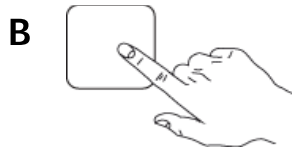

Fig.15
- 4- Pulse uno de los ciclos disponibles entre el botón "B". (Fig. 15)